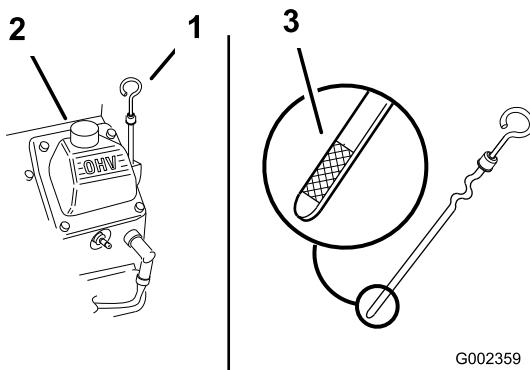

図 16
2. 給油口からごみが入ってエンジンを傷つけないように、ディップスティック（図 16）の周囲をウェスできれいに拭く。
3. ディップスティックを抜き取り、付いているオイルをウェスで拭きとつてもう一度完全に差し込む（図 16）。
オイルの量がディップスティックの FULL 位置まであればよい（図 16）。
5. 不足している場合は、補給管についているキャップ（図 16）を取り、Full 位置までオイルを補給する。入れすぎないこと。